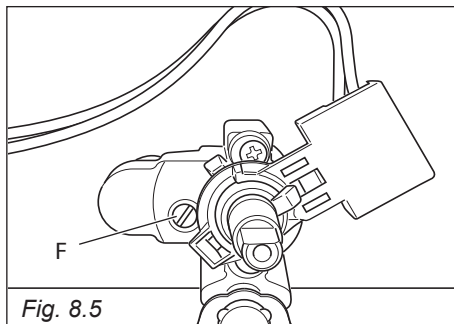

Fig. 8.5
I rubinetti del piano di lavoro sono dotati di valvolatura di sicurezza; in questi rubinetti la vite di regolazione del minimo è situata all'esterno del rubinetto (fig. 8.5).
- Sfilare la manopola del rubinetto e con un cacciavite a taglio agire sulla vite "F" (fig. 8.5) fino ad ottenere la fiamma desiderata.